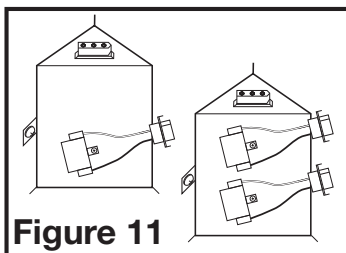

Figure 11
- 3a. **MODÈLES STANDARDS:** branchez les câbles à 2 broches du ventilateur et les câbles à 3 broches de connexion rapide du moteur dans la prise correspondante située sur le couvercle du compartiment de fil. Ces câbles ne s'adaptent que dans un sens dans les réceptacles (Figure 11).